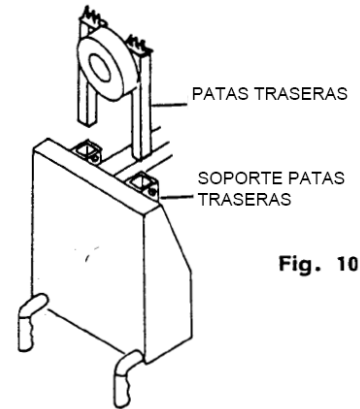

Fig. 10
- 6.) Poner la máquina boca debajo de tal forma que los mangos a 90° apoyen en el suelo. Aflojar los tornillos de los soportes de las patas y rueda traseras. (Fig. 10)